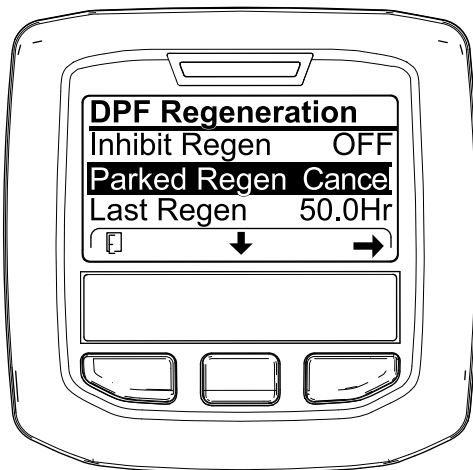
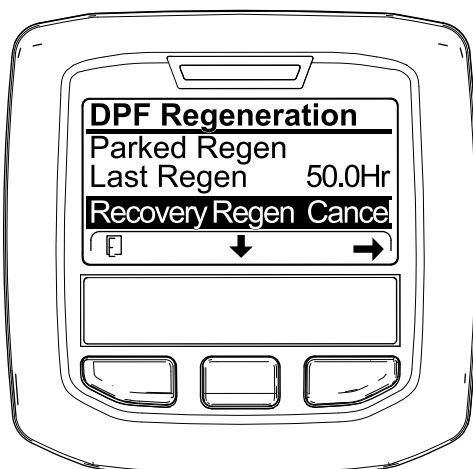

Figura 63
Figura 64
1. Vaya al menú de Regeneración del DPF (Figura 63).
2. Pulse el botón central para desplazarse hacia abajo a CANCELAR REGENERACIÓN ESTACIONARIA (Figura 63) o CANCELAR REGENERACIÓN DE RECUPERACIÓN (Figura 64).
3. Pulse el botón derecho para seleccionar la opción Cancelar (Figura 63 o Figura 64).